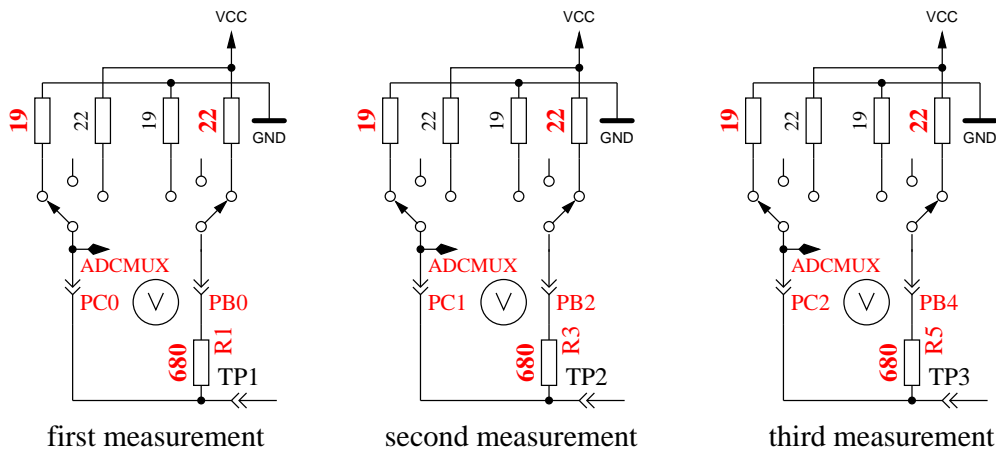

Рис. 5.62. Измерение внутреннего сопротивления порта С подключением выходных контактов к GND
8. **Измерение внутреннего сопротивления порта подключением выходных контактов к GND.** Этот и следующие тесты будут проведены, если выбрана опция AUTO\_CAL. Внутреннее сопротивление порта С с выходами, подключенными к GND, измеряется по току через подключенные к VCC (+5 V) резисторы  $680\ \Omega$ , смотри рисунок 5.62. Могут быть измерены только три вывода порта АЦП. Внутреннее сопротивление портов В (PB0, PB2 и PB4) не может быть измерено без изменения аппаратных средств. Будем считать, что внутреннее сопротивление порта для различных портов практически одинаково. Величина сопротивления будет определена в следующем тесте.